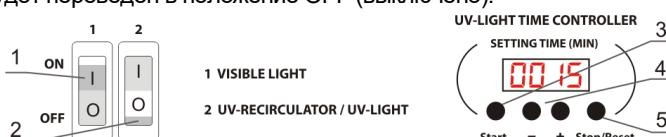

Рисунок 2. Панель управления
- 5.2.1. Переведите в положение **ON** выключатель **2** (рис. 2/2) на панели управления (рис. 3/1), это приведет в действие УФ рециркулятор в верхней части бокса (рис. 3/2) и активирует таймер открытой УФ лампы. УФ рециркулятор работает пока выключатель **2** не будет переведен в положение **OFF** (выключено).
- 5.2.2. Установите время экспозиции открытой УФ лампы на электронном таймере прибора (**SETTING TIME**), используя кнопки таймера “+” и “-” (рис. 2/4) для увеличения и уменьшения времени экспозиции с шагом 1 мин. Если кнопку удерживать нажатой дольше 2 секунд, скорость смены значения увеличивается. Рекомендуемое время экспозиции – два раза по 30 минут, после включения и до начала работ в боксе.
- 5.2.3. Нажмите кнопку **Start** (рис. 2/3). Включается УФ лампы, таймер начнет отсчет времени экспозиции. Индикатор таймера отображает текущее время: до 1 часа - в минутах и секундах (мин:сек), после 1 часа - в часах и минутах (час:мин). По достижении заданного времени, таймер автоматически отключит открытую УФ лампу.
- 5.2.4. Можно отключить открытую УФ лампу до истечения установленного времени экспозиции нажатием кнопки **Stop/Reset** (рис. 2/5). При этом в памяти сохраняется установленное время экспозиции. При полном выключении прибора время экспозиции таймера не сохраняется.
- 5.3.1. Для освещения рабочей поверхности включите люминесцентную лампу дневного света (рис. 3/3), переведите выключатель **1** (рис. 2/1) в положение ON, включено.